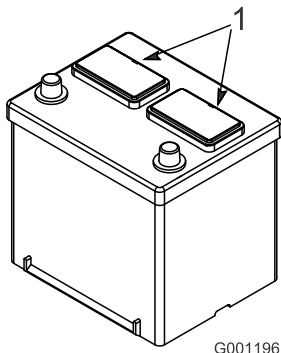

Figura 9
2. Pulite la parte superiore della batteria e togliete i tappi di sfiato (Figura 9).